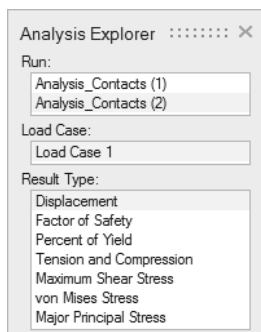

图 12-26
3) 在运行下的分析探索器中，选择 Analysis_Contacts (2)，如图 12-26 所示。位移结果